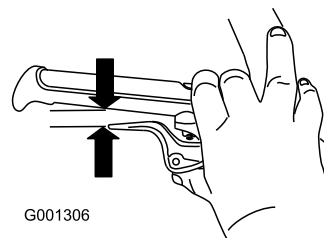

Рисунок 32
1. Полностью прижмите рычаг к рукоятке, затем проверьте зазор между нижней точкой рукоятки и концом рычага муфты свободного хода (Рисунок 32).
2. Повторите эти действия для другого троса (Рисунок 32).